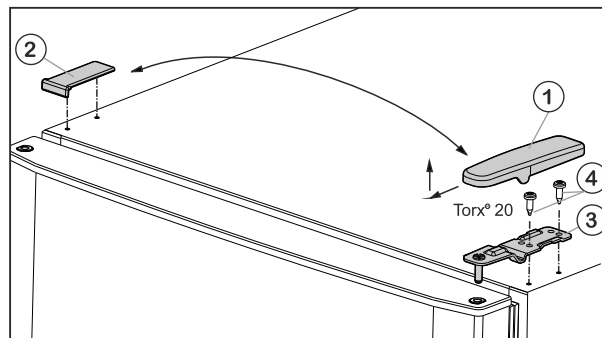
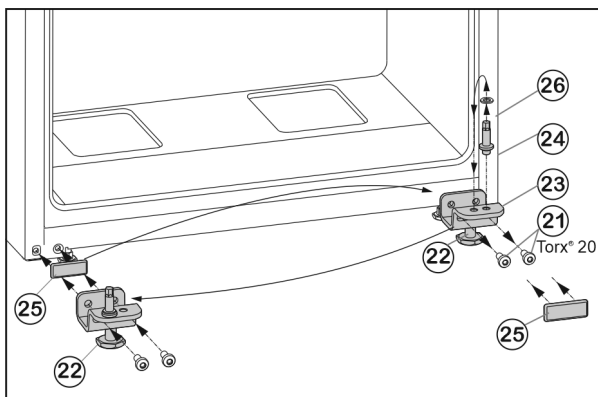

Fig. 5
Fig. 7
- ▶ Kryt Fig. 5 (1) odoberte smerom dopredu a hore.
- ▶ Kryt Fig. 5 (2) nadvihnite.
- ▶ Hornú ložiskovú konzolu Fig. 5 (3) odskrutkujte (2 krát Torx® 20) Fig. 5 (4) a odoberte smerom hore.
- ▶ Vyskrutkujte upevňovacie skrutky Fig. 7 (21).
- ▶ Kompletnú ložiskovú konzolu dole Fig. 7 (23) odoberte spolu s ložiskovým čapom Fig. 7 (24), podložkou Fig. 7 (26) a nastaviteľnou nohou Fig. 7 (22).
- ▶ Ložiskový čap Fig. 7 (24) kompletne spolu s podložkou Fig. 7 (26) vyskrutkujte, premiestnite ho do protiláhlého otvoru uloženia ložiskovej konzoly a znovu ho pevne priskrutkujte.
- ▶ Opatrne odnímate kryt Fig. 7 (25) a premiestnite ho na opačnú stranu.
- ▶ Ložiskovú konzolu dole Fig. 7 (23) kompletne spolu s ložiskovým čapom Fig. 7 (24), podložkou Fig. 7 (26) a nastaviteľnou nohou Fig. 7 (22) znovu naskrutkujte na novú stranu závesu, príp. ju znovu pomocou akumulátorového skrutkovača **pevne utiahnite (4 Nm)**.
- ▶ Spodné dvere nasadte zhora na ložiskový čap Fig. 7 (24).
- ▶ Ložiskovú konzolu v strede (13) otočenú o 180° nasadte do spodných dverí a pomocou upevňovacích skrutiek (11) (2x Torx® 20) ju znovu pevne naskrutkujte na novú stranu závesu (4 Nm).
- ▶ Opäť nasadte plastovú podložku (10).
- ▶ Vrchné dvere nasadte na ložiskovú konzolu v strede (13).
- ▶ Vrchnú ložiskovú konzolu Fig. 5 (3) nasadte na novej strane závesu do dverí.
- ▶ Hornú ložiskovú konzolu **pevne (pomocou krútiaceho momentu 4 Nm)** priskrutkujte (2x Torx® 20) Fig. 5 (4). V prípade potreby použite akumulátorový skrutkovač.
- ▶ Kryt Fig. 5 (1) nasadte na opačnú stranu zvonka a zaklapnite.
- ▶ Kryt Fig. 5 (2) nasadte vždy na opačnú stranu zhora a zaklapnite.
- ▶ Vytočte nastaviteľnú nohu Fig. 7 (22) na ložiskovej konzole dole Fig. 7 (23), pokiaľ nedosadá na podlahu.